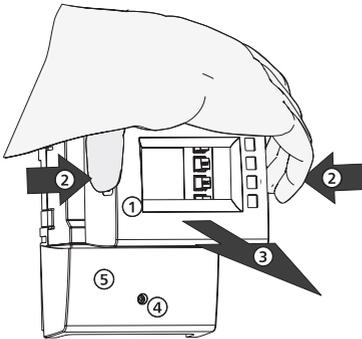

Abb. 1: Frontblende entfernen
- Frontblende ① an seitlichen Griffriellen fassen ② und nach vorne abziehen ③ (Abb. 1).
1. Schraube ④ lösen (Abb. 1).
2. Klemmenabdeckung ⑤ abnehmen.